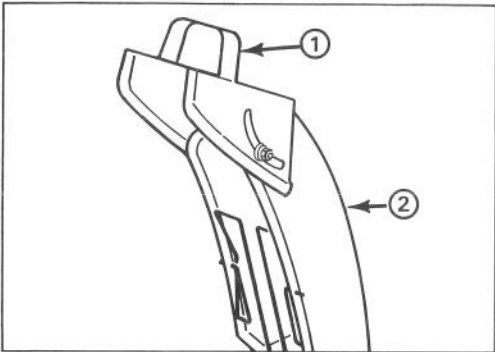

Abbildung 12
4. Langsam 0,62 Liter SAE 5W30 oder SAE 10 Öl in die Einfüllöffnung gießen (Abb. 12). Für den Motor ist ausschließlich hochwertiges HD-Öl der API-Klasse SC, SD, oder SE zu benutzen.
Griff am Ablenkblech (Abb. 12)—Der Ablenkblech-Griff sitzt oben am Auswurf und bestimmt die Schneeauswurfhöhe.